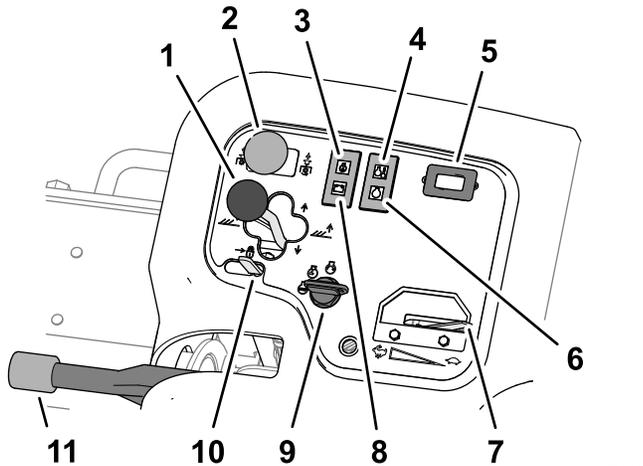

Figura 43
- Para baixar as unidades de corte até ao solo, empurre a alavanca das mudanças da unidade de corte para a frente, para a posição LOWER (baixar) (Figura 43).
O interruptor da transmissão da unidade de corte (Figura 43) tem duas posições: ENGRENAR e DESENGRENAR. O interruptor do oscilador opera uma válvula solenóide no banco das válvulas para acionar as unidades de corte.
A luz de aviso da pressão do óleo (Figura 43) deverá ser ativada quando a pressão do óleo do motor descer abaixo de um determinado nível considerado seguro.
A luz de aviso da temperatura (Figura 43) acende se a temperatura do líquido de arrefecimento do motor estiver elevada. Nesta temperatura, as unidades de corte são desativadas. Se a temperatura de líquido de arrefecimento subir mais 5,5 °C, o motor desliga para evitar mais danos.
O contador de horas (Figura 43) indica o total de horas de utilização da máquina. O contador de horas é ativado sempre que a chave da ignição se encontrar na posição Ligar.
O indicador das velas de incandescência (Figura 43) acende-se quando as velas estiverem em funcionamento.
Desloque o acelerador (Figura 43) para a frente para aumentar a velocidade e para trás para a diminuir.
A luz do alternador (Figura 43) desliga quando o motor está em funcionamento. Se a luz do alternador acender enquanto o motor funciona, verifique o sistema de carregamento e repare-o conforme necessário.
Utilize o interruptor da ignição (Figura 43) para ligar o motor e as luzes. O interruptor da ignição tem 3 posições:
Puxe a alavanca de bloqueio (Figura 43) para trás a fim de evitar que as unidades de corte caiam.
Sempre que desliga o motor, engate o travão de estacionamento (Figura 43) para evitar qualquer deslocação accidental da máquina. Para engatar o travão de estacionamento, puxe a alavanca para cima; para desengatar o travão, empurre a alavanca para baixo.